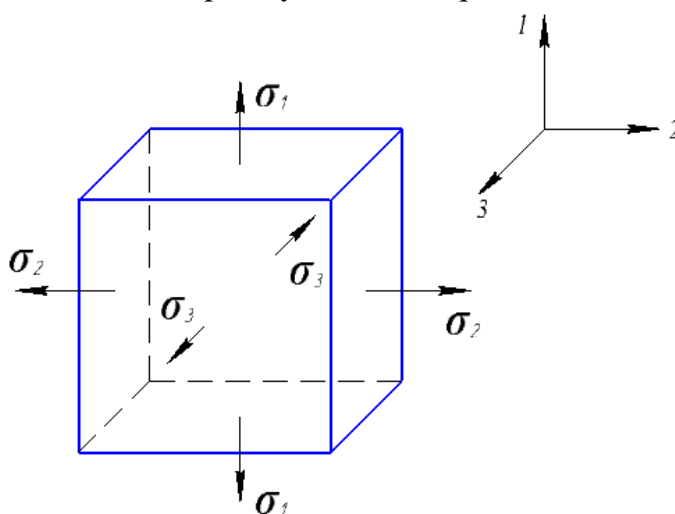

Рис. 1.1. Елемент об'єму з позначеними напруженнями
1. Визначити девіатор тензора напруження в загальному вигляді, використовуючи напрям дії напруження згідно рис. 1.1 та відповідних знаків у табл. 1.1.